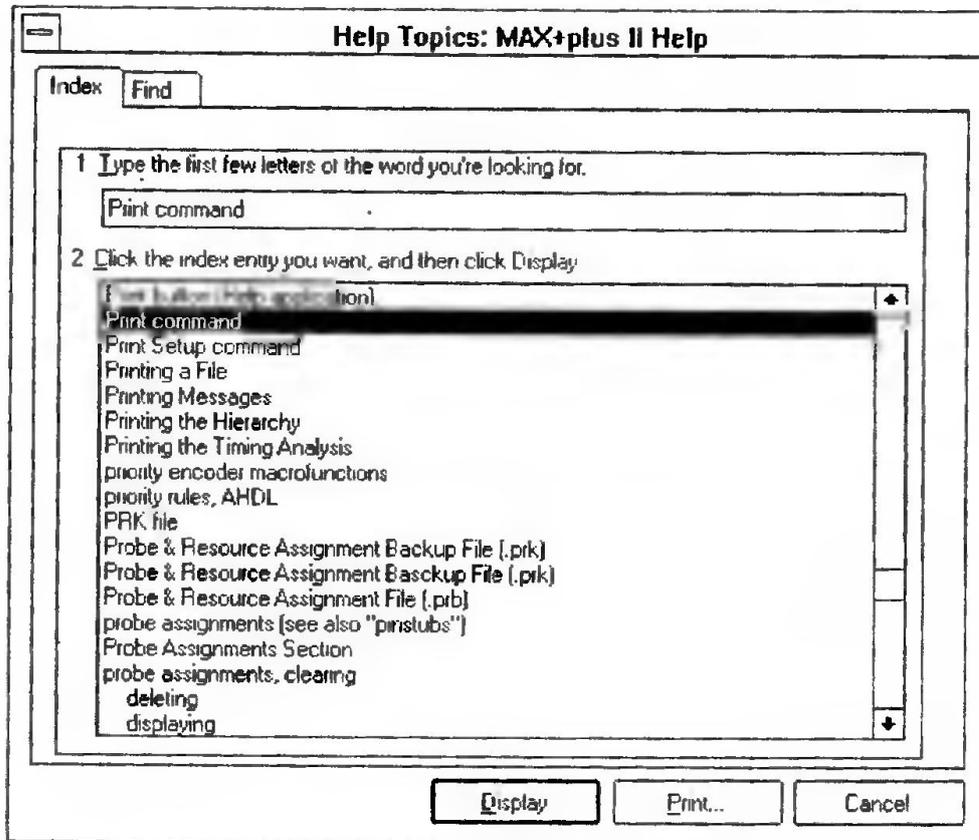

Рис. 2.3
2. Наберите ключевое слово или фразу. Список ключевых слов прокручивается для отображения тех слов, которые согласуются с набираемым вами текстом, как показано на рис. 2.3.